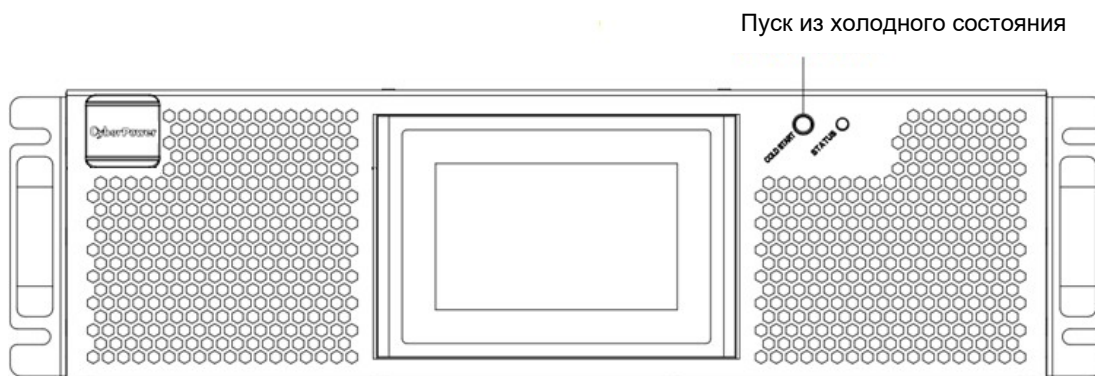

Рис.4-6 Положение кнопки пуска АКБ из холодного состояния
2. Для пуска батареи из холодного состояния нажмите красную кнопку (см. рис.4-6). После этого система перейдет на питание от батареи.